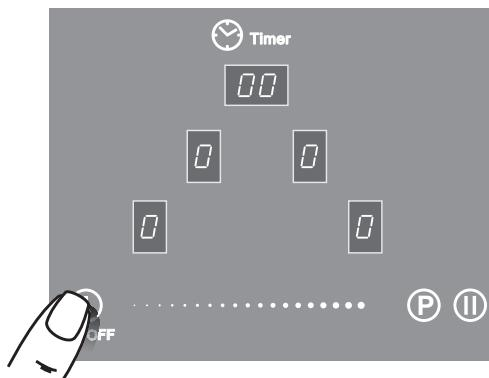

Рис.11
Коснуться зоны со знаком «①». Во всех окнах индикации конфорок загорится «0» с мигающей точкой (рис. 11).